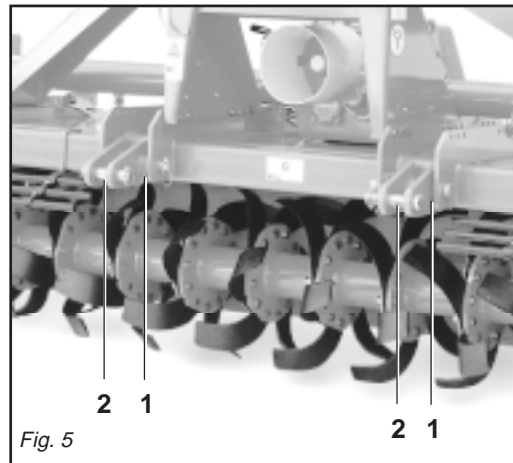

Fig. 5
In base alle dimensioni specifiche di questi 2 tipi di attacchi dei trattori è necessario determinare la posizione più favorevole della zappatrice spostando opportunamente sul tubo quadro le piastre (1 Fig. 5) e inserendo i perni (2 Fig. 5) nei fori corrispondenti al giusto diametro delle parallele del trattore.
Le piastre (1 Fig. 5) vanno montate sempre e solo come mostrato in Fig. 5 con i fori posizionati anteriormente al tubo quadro.
Depending on the precise dimensions of these two types of hitches, find the best position for the cultivator by moving the plates (1 Fig. 5) along the square tubular and inserting the pin (2 Fig. 5) in the holes corresponding to the correct diameter for the tractor's parallel arms.
The plates (1 fig. 5) must always and only be mounted as shown in Fig. 5 with the holes towards the front of the square tubular.
Aufgrund der spezifischen Abmessungen dieser beiden Schlepperanschlüsse kann man die günstigste Position der Hackfräse festlegen, indem man die Platten (1 Abb. 5) auf dem Vierkantrohr verschiebt und die Bolzen (2 Abb. 5) in die entsprechenden Bohrungen mit dem richtigen Durchmesser auf dem Schleppergestänge einsteckt.
Die Platten (1 Abb. 5) dürfen nur und ausschließlich so montiert werden, wie es in Abb. 5 gezeigt ist, nämlich mit den Bohrungen, die vor dem Vierkantrohr angeordnet sind. Der Hersteller haftet nicht für die Beschädigung der Hackfräse oder des Schleppers infolge der Nichtbeachtung dieser Angabe.
En fonction des dimensions spécifiques de ces deux types d'attelages des tracteurs il faut déterminer la position la plus favorable de la houe en déplaçant, sur le tube carré, les plaques (1 Fig. 5) et introduire les axes (2 Fig. 5) dans les trous correspondant au bon diamètre des parallèles du tracteur.
Les plaques (1 Fig. 5) doivent obligatoirement être montées comme illustré dans la Fig. 5 en utilisant les trous placés à l'avant du tube carré.
En relación a las dimensiones específicas de estos dos tipos de enganche de los tractores hace falta determinar la posición más favorable de la binadora desplazando oportunamente en el tubo cuadrado las placas (1 Fig. 5) e introduciendo los pernos (2 Fig. 5) en los orificios correspondientes al correcto diámetro de las paralelas del tractor.
Las placas (1 Fig. 5) deben ser montadas siempre y solamente según lo indicado en la Fig. 5 con los orificios posicionados delante del tubo cuadrado. La firma constructora no es responsable de rupturas en la binadora o en el tractor originadas por falta de respeto de esta indicación.
- 1 - Accostare le parallele del sollevatore ponendole all'interno delle piastre (1 Fig. 5), inserire il perno (2 Fig. 5) nel foro predisposto e bloccare con le copiglie a scatto.
- 1- *Near the lift bars, setting them in the most suitable plates (1 Fig. 5). Insert the pin (2 Fig. 5) into the relative hole and lock in place with the snap-in split pins.*
- 1- Die Lenker des Krafthebers annähern und in die am besten geeigneten Platten schieben (1 Abb. 5). Den Bolzen (2 Abb. 5) in das Loch stecken und mit dem einrastenden Splint blockieren.
- 1- *Approchez les barres du relevage en les plaçant à l'intérieur des plaques les plus appropriées (1 Fig. 5), introduisez l'axe (2 Fig. 5) dans le trou correspondant et bloquez par les goupilles à encastrement.*
- 1- Acercar las barras del elevador poniéndolas dentro de las placas más indicadas (1 Fig. 5), introducir el perno (2 Fig. 5) en el orificio y bloquear con los pasadores de resorte.